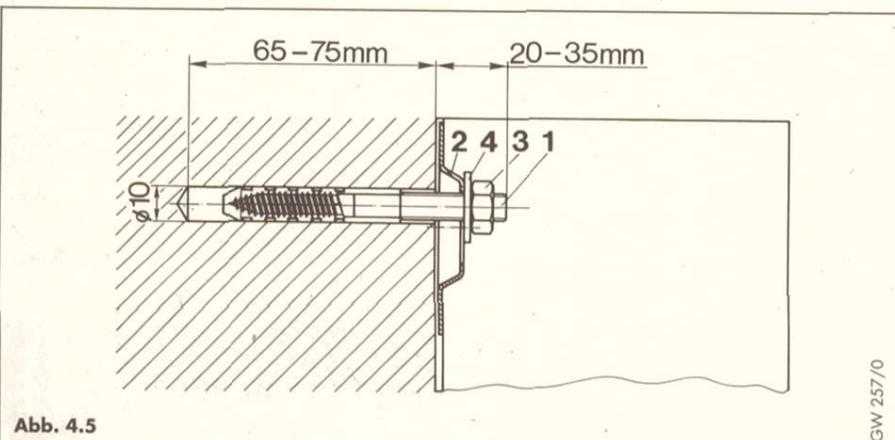

Abb. 4.5
(Empfohlen bei unebenen Wänden, siehe Abb. 4.5)
- Stockschrauben (1) gemäß Abb. 4.5 befestigen.
- Gerät mit rückseitiger Quertraverse (2) auf die Stockschrauben aufhängen und mit Muttern und U-Scheiben befestigen.
Legende zu Abb. 4.5